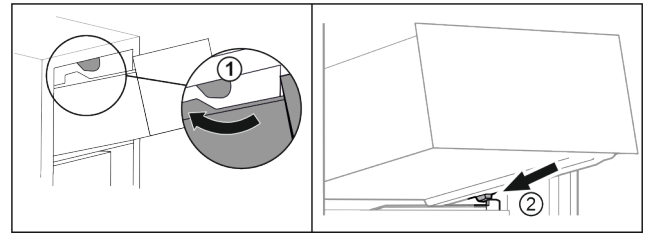

Fig. 90
- ▶ Vezesse el a fiókot a felső ütközők körül. Fig. 90 (1)
- ▶ Helyezze a fiókot ferdén az alsó ütközők mögé, a tartóbordára. Fig. 90 (2)